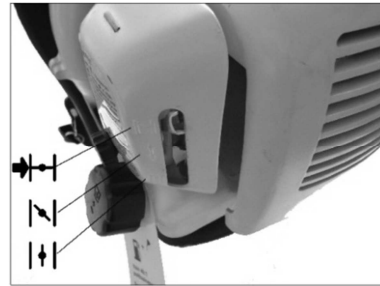

Fig.11
3. Votre appareil est doté d'un starter en 3 positions: Full, Partial, Run. Déplacer le levier à la position Full (Fig.11).
6. Appuyez le bouton de verrouillage (C) et appuyez sur l'accélérateur à gâchette (B) pour le fonctionnement.